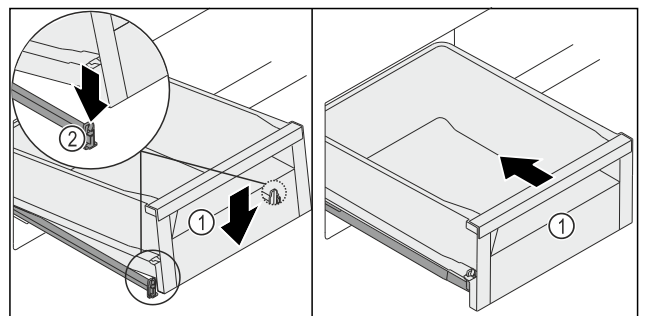

Fig. 249
- Schubfach Fig. 249 (1) vorne absenken, so dass das Schubfach links und rechts in die Klemme Fig. 249 (2) rutscht.
- Schubfach Fig. 249 (1) rastet hörbar ein.
- Schubfach Fig. 249 (1) einschieben.